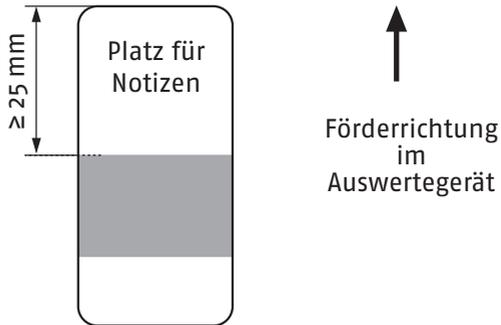

Bild 1b: Anordnung des Abdruckes auf dem Messstreifen
- auf dem Messstreifen (siehe Bild 1b) Angaben notieren, wie z. B.: Datum, Uhrzeit, Druckwerksnummer, Zylinderpaarung, Seite 1 oder Seite 2